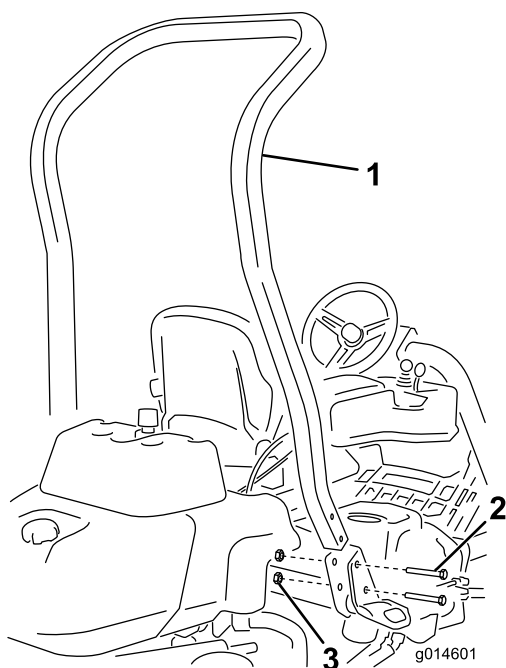

Figura 3
3. Installate il roll bar nelle tasche su ciascun lato della macchina, utilizzando 4 bulloni ($\frac{1}{2}$ " x $3\frac{3}{4}$ "") e 4 dadi flangiati ($\frac{1}{2}$ "") come illustrato nella Figura 3.